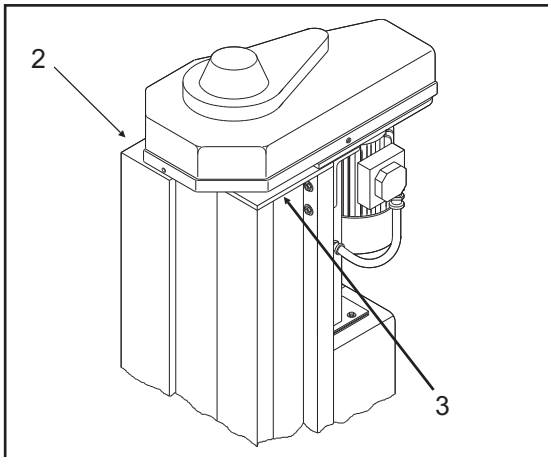

Fig.18- Abb.18
- in caso di extra corsa della parte mobile sono previsti un finecorsa elettrico (2) ed una piastra in acciaio (3) di blocco sulla parte superiore delle colonne (fig.18).
- to prevent overrun of the mobile part, an electric limit switch (2) and a steel plate stop (3) are envisaged for the upper part of the post (fig.18).
- un contact de fin de course (2) et une plaque d'arrêt en acier au sommet de la colonne (3) interviennent en cas de dépassement de course de la partie mobile (fig. 18).